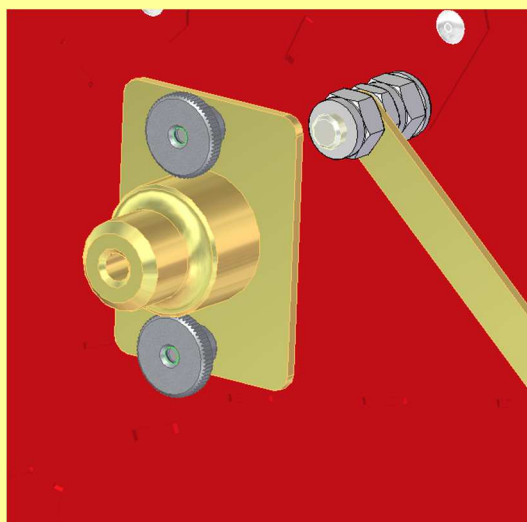
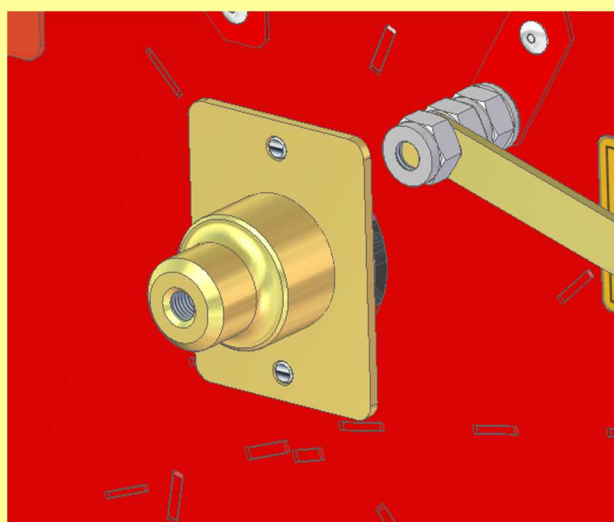

Figure 24
Figure 25
- Dévisser les écrous de fixation de la plaque de recouvrement latérale du rouleau de dosage (Figure 24 et Figure 25).